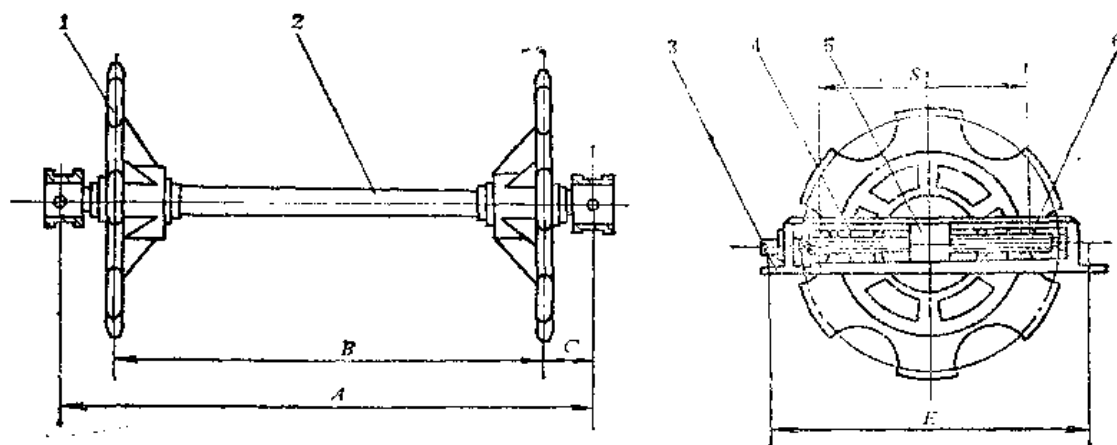

图8-2-5 螺旋张紧装置
(3) 后拉紧装置(螺旋张紧装置) 结构如图8-2-5。其张紧行程 $S$ ，一般为500mm。主要修理部位是调整装置的压盖6损坏。当鳞板输送机链板输送段两边受力不均匀时，产生一个侧向的分力。随着鳞板输送带负荷不断增大，滚轮沿轨道行走的间隙不断减小，当阻力值超过许用应力值时，链板段两边受力越来越悬殊，外拉紧处的上盖铸铁压板会在瞬间崩坏。另一种故障是在链轮处掉进铸件，造成拉紧压板崩坏。修理时，把压板两侧的螺栓卸下，换上新压板。